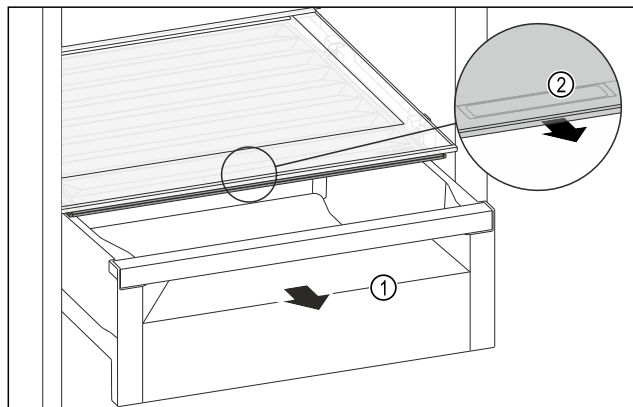

Fig. 137
- ▶ Estrarre il cassetto Fig. 137 (1).
- ▶ Afferrare la maniglia incassata Fig. 137 (2) sul coperchio dello scomparto e tirare allo stesso tempo in avanti il coperchio dello scomparto.